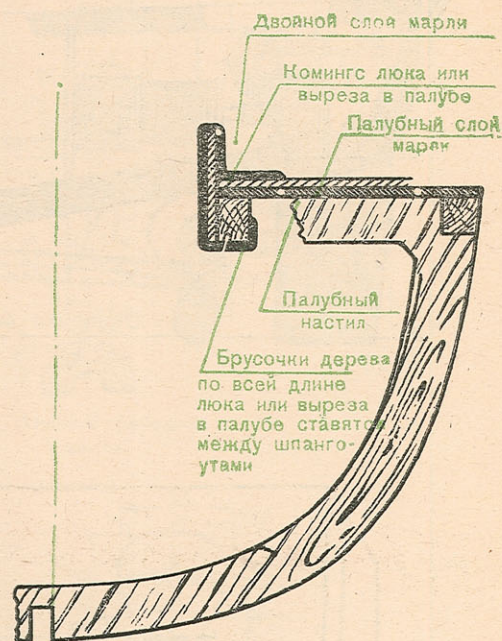

Рис. 10.
11) делаются вырезы в палубе в соответствии с чертежом; вклеиваются комингсы люков и места их стыка с палубой проклеиваются полосками марли (рис. 10);